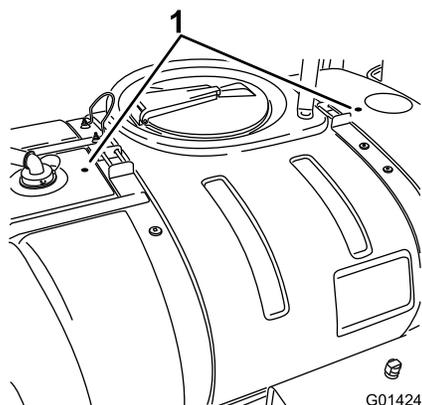

図 11
- メイン・タンクについているドリル・マーク (2つ) を探し出す (図 11)。